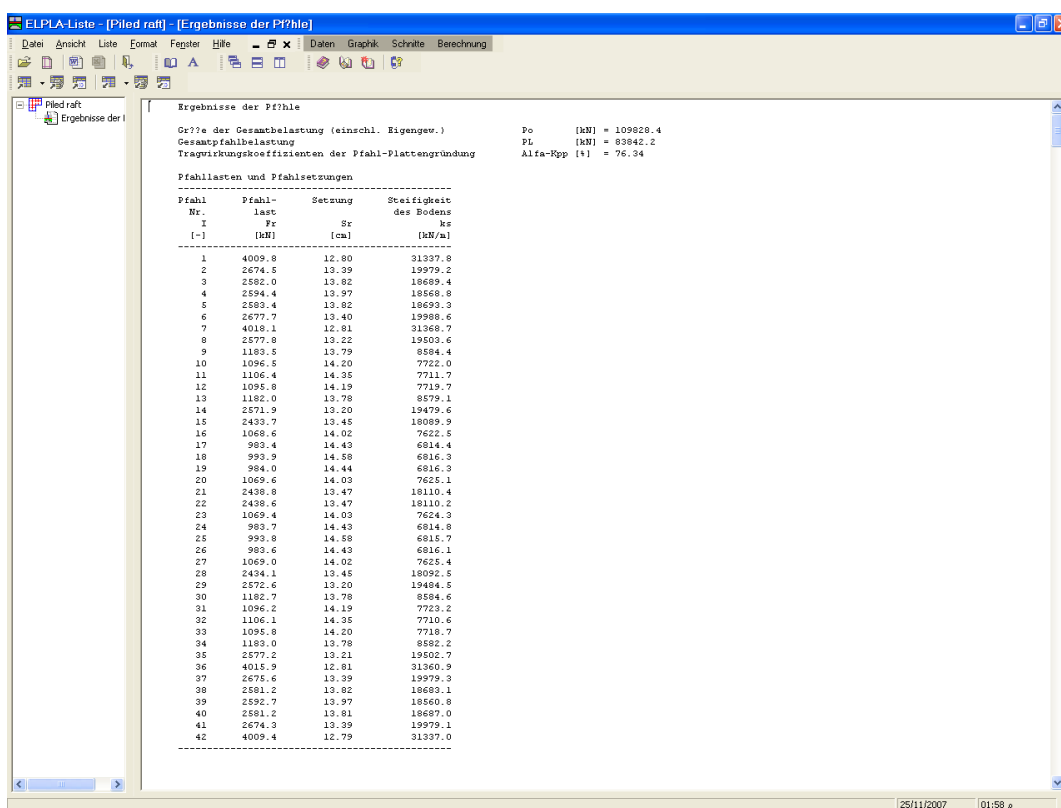

Bild 12-43 Ergebnisse der Pfähle
- Klicken Sie auf "OK". Die Ergebnisse der Pfähle werden jetzt auf dem Bildschirm gelistet, wie im Bild 12-43 gezeigt